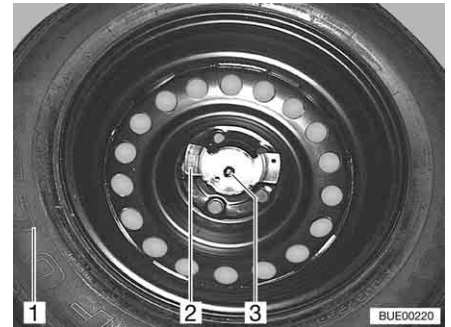

Bild 236 Ersatzrad-Befestigung
- Die beiden Muttern (Bild 236,2 und 3) abschrauben.
- Das Ersatzrad (Bild 236,1) dem Ersatzrad-Halter entnehmen.